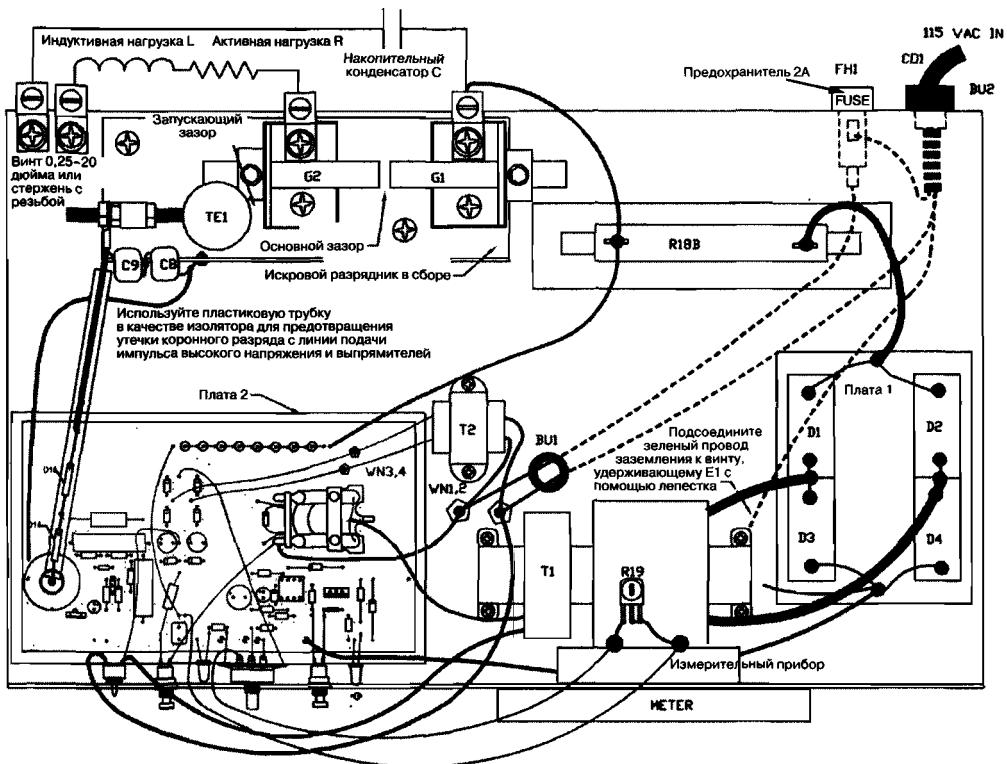

Рис. 3.6. Общий вид устройства в сборе
- Примерьте контрольную панель и просверлите необходимые отверстия для средств управления, индикаторов и т.д. Обратите внимание на изоляционный материал между шасси и частями устройства, см. на рис. 3.6 часть PLATE1. Этого можно добиться с помощью небольшого количества силиконового клея-герметика RTV с комнатной температурой вулканизации. Просверливайте соответствующие отверстия по мере выполнения работы, проверяя правильность расположения и габаритов.
3. Примерьте остальные части (см. рис. 3.6) и просверлите все необходимые для монтажа и размещения отверстия. Обратите внимание на держатели плавких предохранителей F1/F2 и изоляцию шнура входного питания BU2. Они расположены на нижней стороне шасси и показаны пунктирными линиями.
2. Подсоедините конденсатор 30 мкФ, 4 кВ и резистор 5 кОм, 50 Вт в качестве С и R, как показано на рис. 3.6.